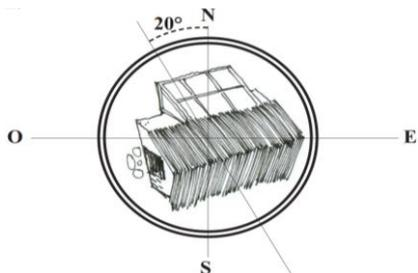

Figura 1
1. Seleccionar la habitación cuya pared esté en dirección Norte o máximo 20 grados al Noroeste, para aprovechar mejor los rayos del sol (figura 1)